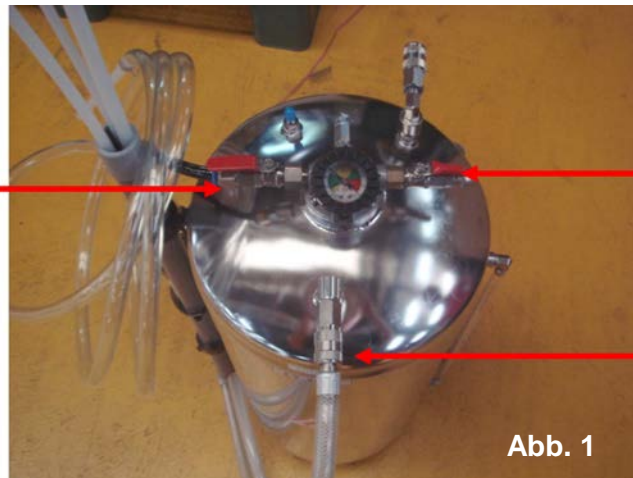

Abb. 1
3. Schließen Sie das Gerät am Kompressor an. Achten Sie darauf, dass der Funktionsstellschalter sich in geöffneter Position hinsichtlich des Luftausgangs befindet (siehe Abb. 1 unten). Schließen Sie den Hauptschlauch an der Saugseite an. Öffnen Sie das Luftventil, um den Betrieb zu starten. Alternativ kann der Verwender den Unterdruck im Tank ohne Anschluss des Luftschlauches für Absaugzwecke aufrechterhalten.
3. Connect the unit to the air compressor. Make sure the function switch connect to the air outlet is in open position (see fig 1 below). Connect main hose in suction side. Open air switch to start operation. Alternatively user may keep vacuum force in the tank without connecting to air line for extraction task.